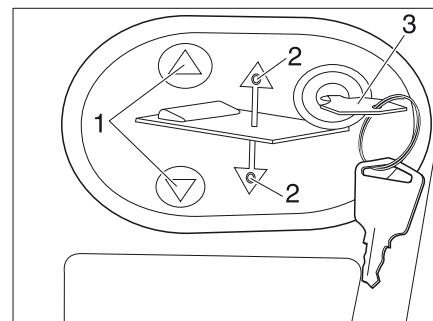

Bild 162 Manöverpanel för elektrisk höjbar säng
- Sätt in nyckeln (Bild 162,3) i manöverpanelen.
- Tryck på knappen  eller  (Bild 162,1) och håll den intryckt. Motsvarande LED (Bild 162,2) lyser och den höjbara sängen sänks eller höjs.
- När önskad position har uppnåtts, släpp knappen  eller  (Bild 162,1) igen. Motsvarande LED (Bild 162,2) slocknar.
- Dra ut nyckeln (Bild 162,3).